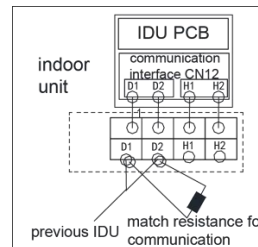

рис.5.3.2
- 5) Для более надежной связи убедитесь, что клеммный резистор подключен к самому нижестоящему IDU коммуникационной шины (клемма D1 и D2), как показано на рис. 5.3.2, терминальный резистор снабжен каждым ODU